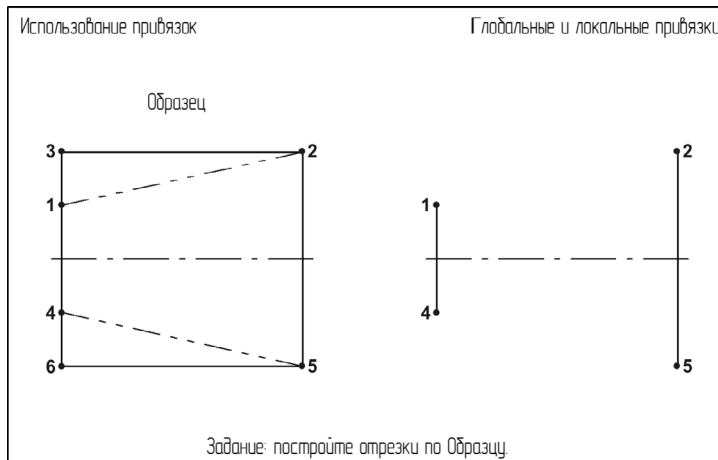

Рис. 9.29. Задание к Упражнению 9.3
**Задание.** Постройте оси симметрии детали. Используйте клавиатурные привязки и перемещение курсора с помощью клавиш. Используя глобальную привязку **Середина**, легко построить отрезки 3–5 и 7–9 (рис. 9.29). Согласно требованиям стандарта осевые линии должны выступать на несколько миллиметров за пределы контура детали. Соответственно, должны быть построены отрезок 4–6 вместо 3–5 и отрезок 8–10 вместо 7–9.